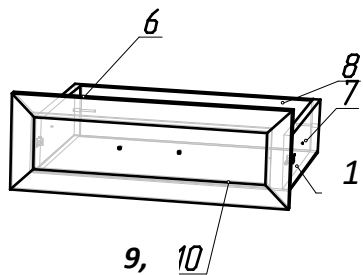

Рис.3. Схема сборки ящика
1. На фасады №9 и №10 установить штоки эксцентриковых стяжек **В** (см. **рис.3**)